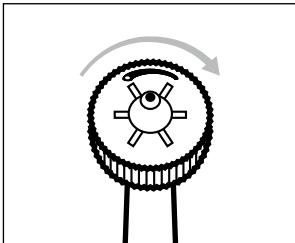

Fig. 6
- ◆ Gire el regulador del cabezal ① con los dedos en sentido horario para ajustar un chorro múltiple con el fin de masajear las encías (consulte las figs. 6 y 7).